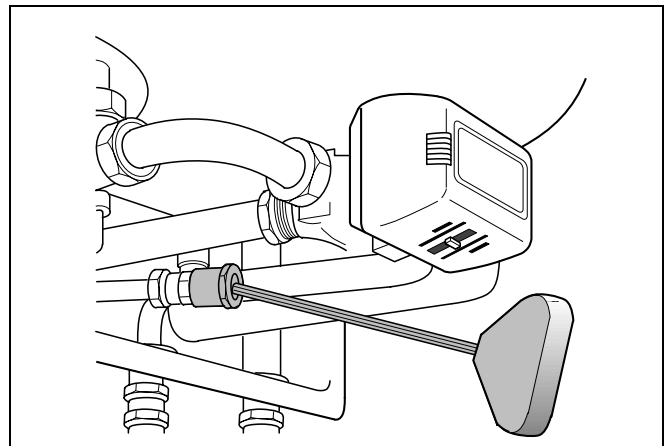

Abb. 19 Warmwasser-Durchflussmengenbegrezer
- Gewünschte Einstellung am Durchflussmengenbegrenzer (Abb. 19) vornehmen,